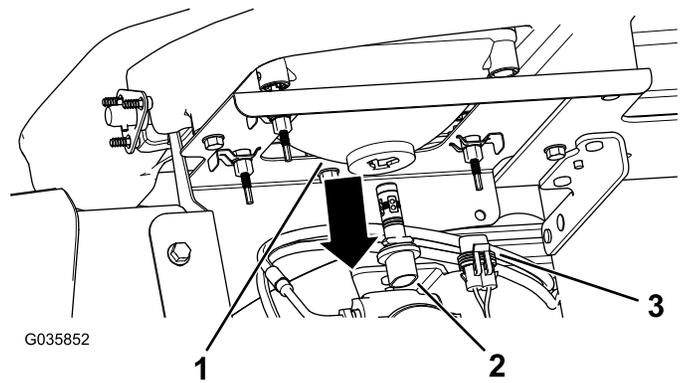

Рисунок 43
3. Отсоедините электрический соединитель жгута проводов от соединителя лампы в сборе в задней части корпуса передней фары (Рисунок 43).
4. Поверните лампу в сборе на $\frac{1}{4}$ оборота против часовой стрелки и одновременно переместите ее назад, чтобы извлечь из корпуса фары (Рисунок 43).
5. Вставьте новую лампу в сборе и корпус фары, совместите выступы в лампе с пазами в корпусе фары (Рисунок 43).
6. Закрепите лампу в сборе, повернув ее на $\frac{1}{4}$ оборота по часовой стрелке (Рисунок 43).
7. Подсоедините электрический соединитель жгута к соединителю нового узла лампы (Рисунок 43).